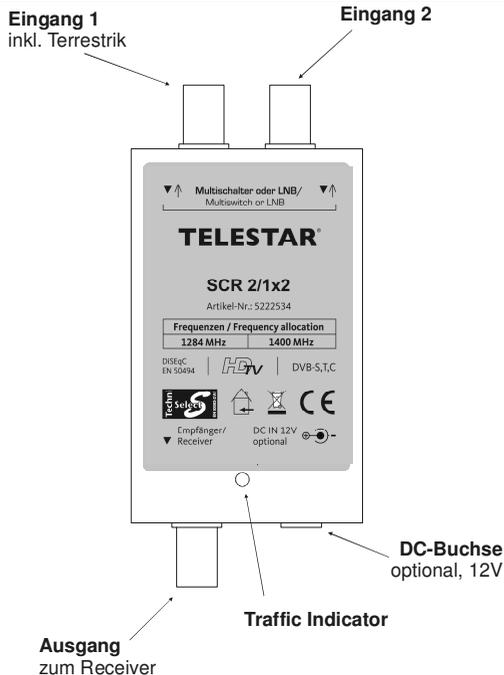

Abbildung 1: SCR 2/1x2
- Das Terrestrisignal wird nur über den Eingang 1 (linker Signaleingang, siehe Abbildung 1) zur Teilnehmerleitung geführt.